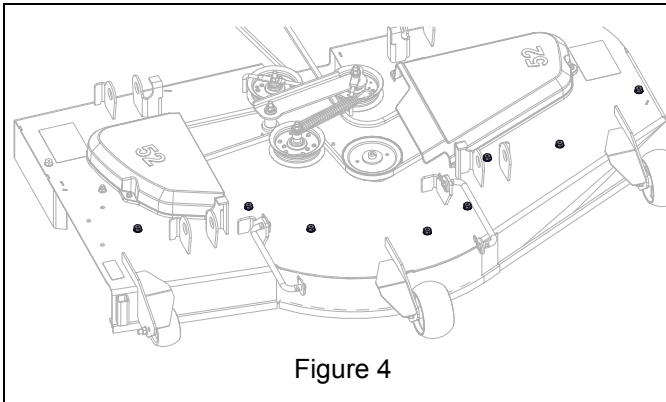

Figure 4
6. Retirer la vis-taraud de 3/8" x 1/2" du haut du carter. Conserver toutes les vis pour travailler sans le kit à paillis. Voir Figure 4.